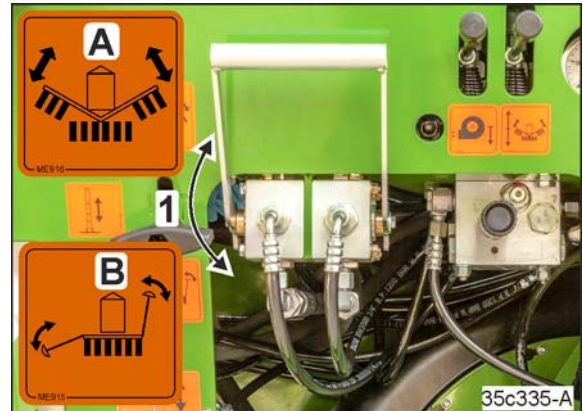

Fig. 278
2. Der Ventilhebel (Fig. 278/1) steht in Position „A“.